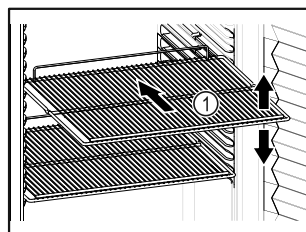

Fig. 40 Przykładowa prezentacja
- Jeśli ruszty do składowania Fig. 40 (1) są ruchome, należy je ustawić odpowiednio do wysokości.